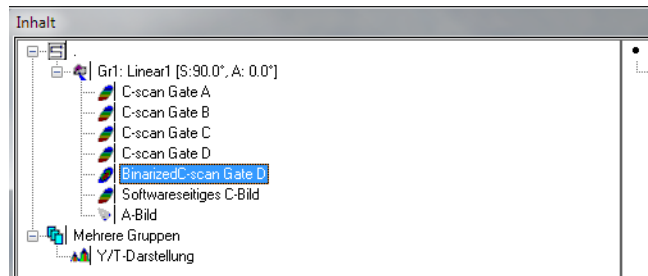
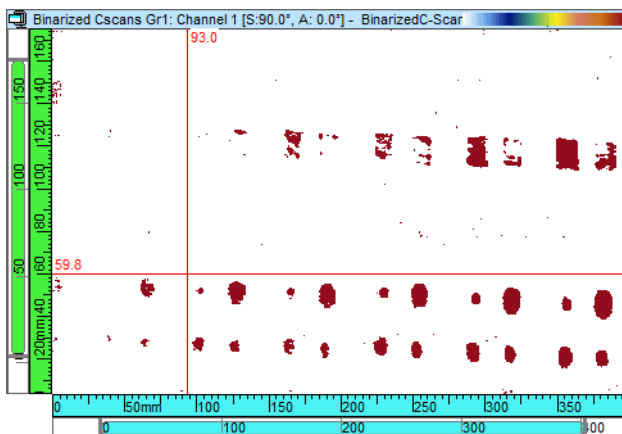

Abbildung 7-46 Dialogfeld Inhalt für binarisierte Daten
Abbildung 7-47 Anzeige binarisierter Daten
8. Wählen Sie in der Menüleiste **Ansicht > Inhalt** aus und fügen Sie die binarisierte Daten zur Anzeige hinzu (siehe Abbildung 7-46 auf Seite 404 und Abbildung 7-47 auf Seite 405).